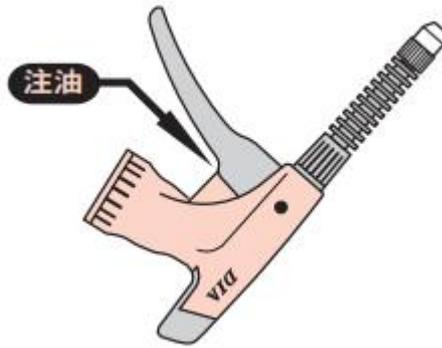

图 4 注油示意图
- 喷雾握把的行程阻塞：参考图 4 进行注油操作（注：如油会影响瓶内液体，请不要注油）